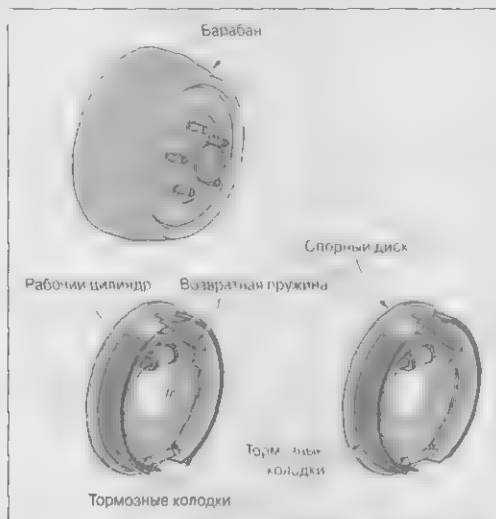

Рис. 18.6. Конструкция тормозного механизма барабанного типа
11. Присмотритесь к тому, что осталось, что еще закреплено на опорном диске барабанного тормоза (рис. 18.6).